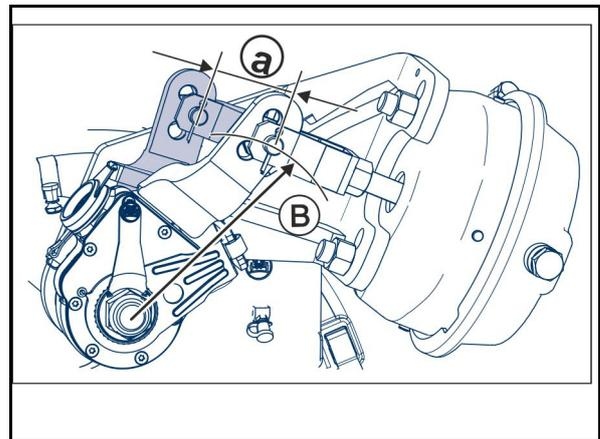

Fig. 68
3. Estrarre lateralmente la valvola di drenaggio (Fig. 68/1) sino a quando non fuoriesca più acqua dal serbatoio dell'aria compressa.
Il serbatoio dell'aria compressa (Fig. 68/1)